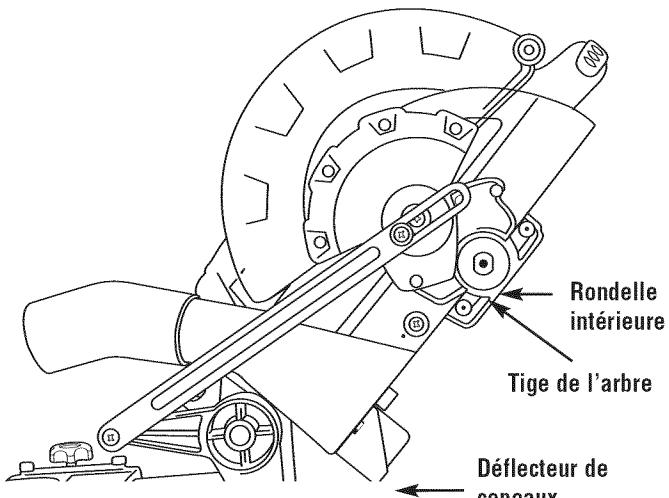

Figure 3. Pose de lame
- Pour poser la lame de 10 po, insérez la lame entre les déflecteurs de copeaux et sur la tige de l'arbre (Figure 3). REMARQUE : Assurez-vous que la flèche de rotation de la lame correspond à la flèche de rotation en sens horaire sur le protecteur inférieur.